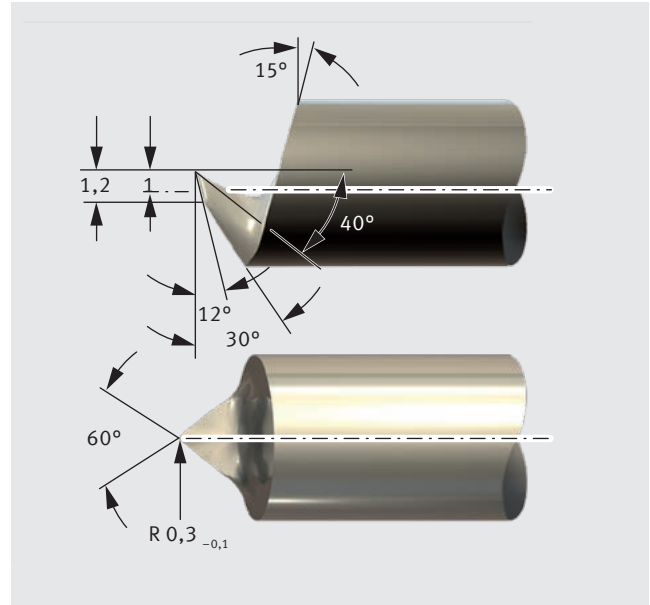

Fig. 67 : Outil de coupe pour Permaglide® P22 et P202
- outils en alliage dur (Fig. 67)